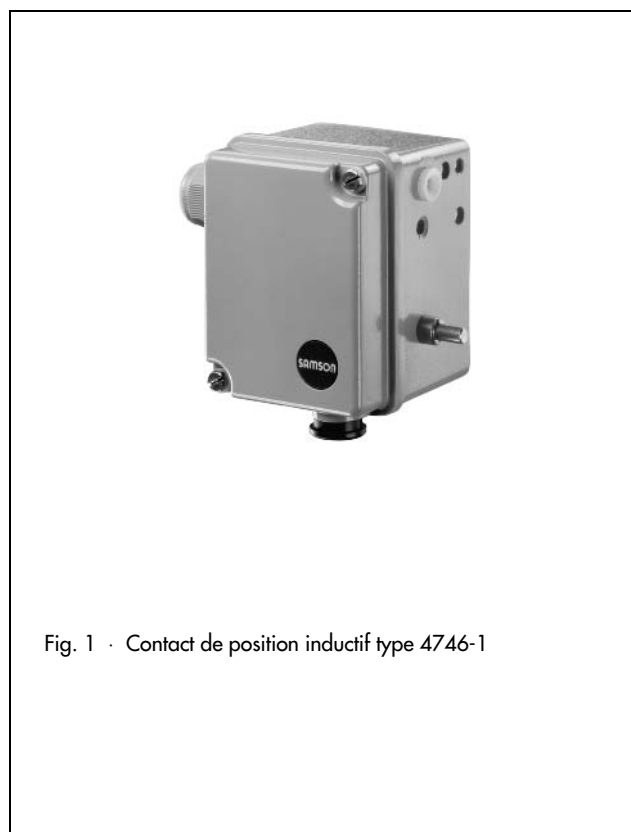

Fig. 1 · Contact de position inductif type 4746-1
**Type 4746-1** (fig. 1) · Contact de position inductif avec détection sans contact de la valeur limite par l'intermédiaire de cames et d'initiateurs (selon EN 50 227).